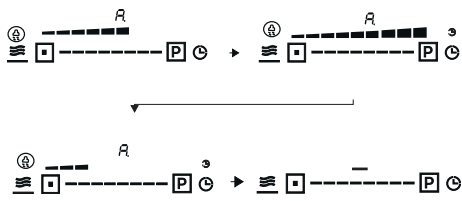

Abb. 37
Wenn nach dem Kochvorgang alle Kochfelder ausgeschaltet werden, reduziert die Auto-Mode-Funktion des Dunstabzugs die Absaugung innerhalb von 5 Minuten schrittweise auf den Standby-Modus, um die restlichen Kochdünste und Gerüche abzusaugen (Abb. 37). Bis zum Ende dieses Vorgangs leuchtet das Timer-Symbol (T) im Hintergrund.